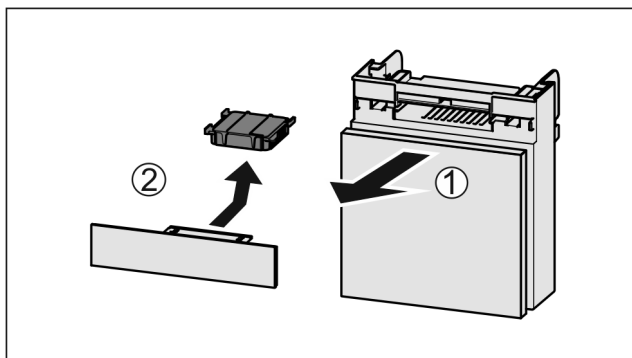

Fig. 134
- Издърпайте Fig. 134 (1) напред от отделениято.
- Извадете Fig. 134 (2) филтъра с активен въглен.